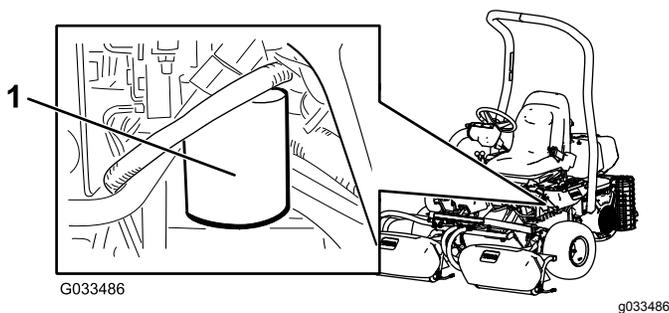

Рисунок 52
1. Очистите зону вокруг места крепления левого фильтра (Рисунок 52). Поместите поддон под фильтр, а затем снимите фильтр.